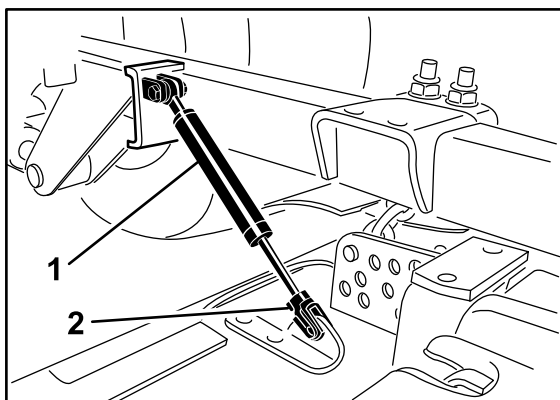

Figure 90
2. Retirez le clip de retenue et détachez l'ensemble amortisseur du plateau de coupe (Figure 90).